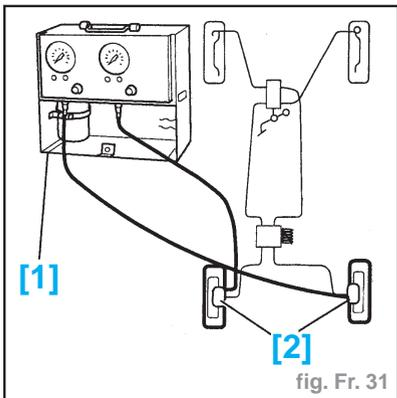

fig. Fr. 31
- Brancher les raccords de prise de pression [2] à la place des vis de purge puis l'appareil de contrôle des pressions [1] (-).**0808-ZY** (fig. Fr. 31).